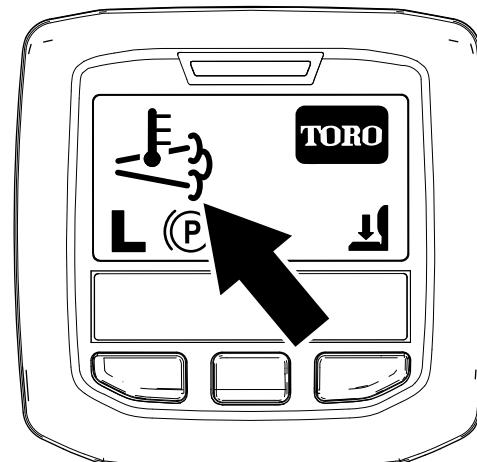

図 37
- インフォセンターには、 排気高温アイコンが表示されます 図37。